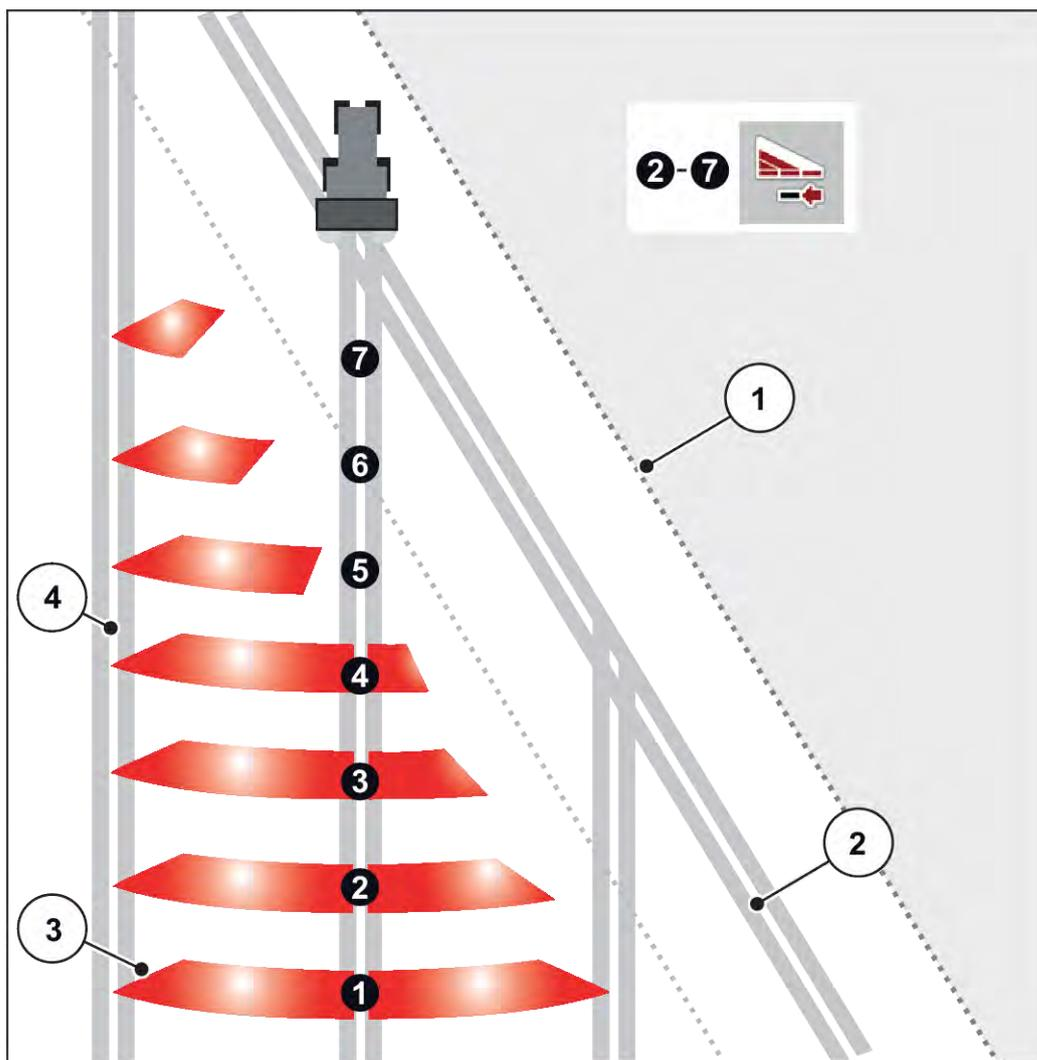

Рис. 46: Автоматичне керування робочою шириною
- Напрямок зміни робочої ширини — ззовні всередину і навпаки. Див.. Рис. 46 Автоматичне керування робочою шириною.